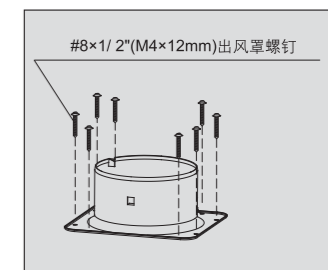

图3
3. 如图3所示, 用8颗#8×1/2"(M4×12mm)出风罩螺钉将出风罩及密封圈固定在主机顶部上。
4. 将出风管固定在出风罩上, 用铝箔胶带缠绕密封(如图3所示)。